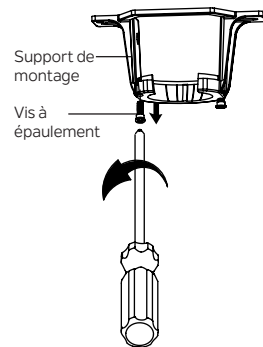

Fig. 15
**Étape 1.** Retirez l'une des deux vis à épaulement du support de montage. Desserrez la deuxième vis à épaulement sans la retirer complètement. (Fig 15)